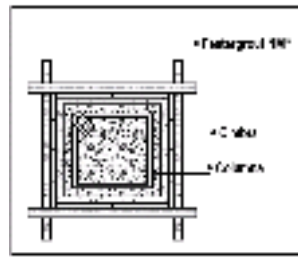

Fig. 5. Aumento de sección en elementos del acurdo de concreto
- Aumento de sección en elementos estructurales de concreto (fig. 5)